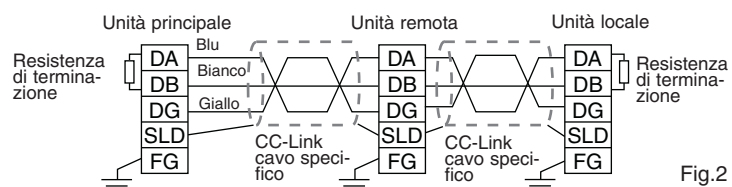

Fig.2
- (2) Assicurarsi di collegare una "Resistenza di terminazione" tra "DA" e "DB" dell'unità a entrambe le estremità del sistema CC-Link. (fare riferimento alla fig. 2). Per il cavo rilevato di CC-Link, utilizzare un cavo con le stesse specifiche. Se viene utilizzato un cavo di altre specifiche, non viene garantita la normale trasmissione dei dati.